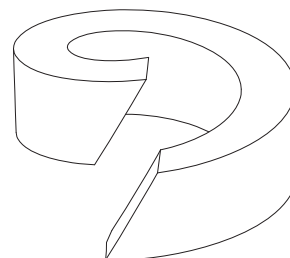

Рис. 14: разделенное уплотнительное кольцо
- Установите новое уплотнительное кольцо (поз. 27), руководствуясь Рис. 11 - Рис. 14.
При использовании разделенных уплотнительных колец, разрез должен производиться с наклоном согласно Рис. 14.